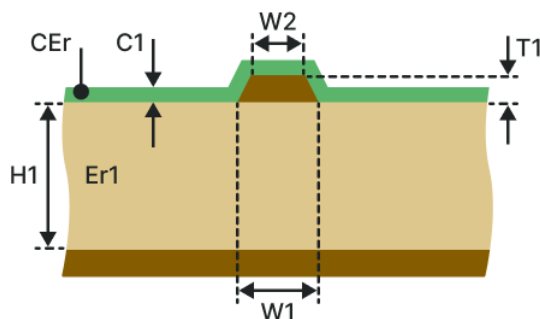

Рис. 130 Микрополосковая ЛП с маской (ММ-1Н)
- Микрорисковая ЛП с маской (ММ-1Н), см. Рис. 130.